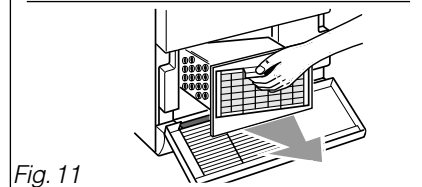

Fig. 11
– Retirez-le délicatement (Fig. 11).